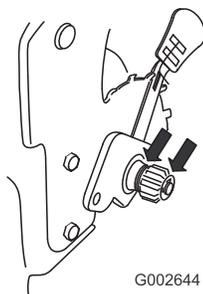

Bild 44
2. Tragen Sie Schmieröl auf die Innen- und Aussenseiten des Getriebes auf, wie in Bild 44 gezeigt.